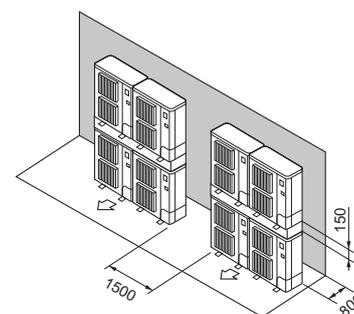

Fig. 3-17
- ⑦ Stablede enheder arrangement (Fig. 3-17)